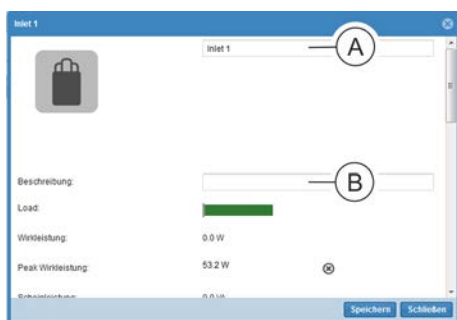

Abb. 170: Fenster "Inlet <Nr.>"
⇒ Es öffnet sich das Fenster "Inlet <Nr.>" (Abb. 170).
3. ➤ Im Fenster "Inlet <Nr.>" bei Bedarf die Benennung der Einspeisung (Abb. 170/Ⓐ) anpassen und bei Bedarf eine Beschreibung hinzufügen (Abb. 170/Ⓑ).